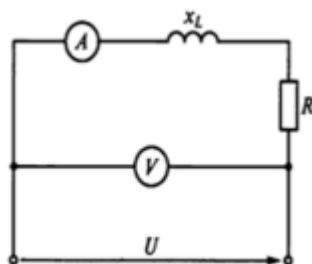

Рис.7.1
13. Каковы сопротивление R и активная мощность P в цепи, показанной на рис.7.1, если $X_L=30$ Ом, амперметр показывает 4 А, а вольтметр 200 В?